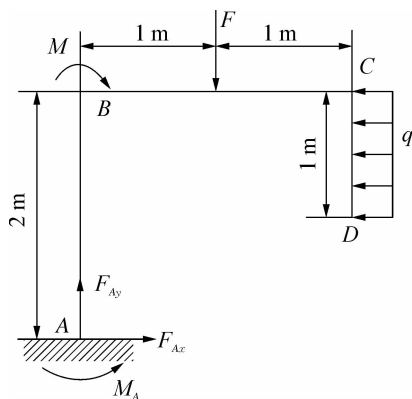

图 1-1-28 平面刚架
**【例 1-7】** 平面刚架如图 1-1-28 所示, 已知  $F = 50 \text{ kN}$ ,  $q = 10 \text{ kN/m}$ ,  $M = 30 \text{ kN} \cdot \text{m}$ , 试求固定端  $A$  处的约束反力。
**解:** 取刚架为研究对象, 其上除受主动力外, 还受固定端  $A$  处的约束反力  $F_{Ax}$ 、 $F_{Ay}$  和  $M_A$ , 刚架受力图如图 1-1-28 所示。列平衡方程并求解。